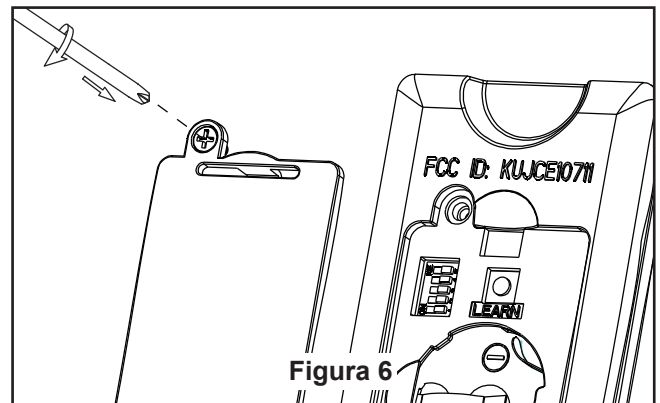

Figura 6
6. Vuelva a colocar la semiesfera en el barral como se indica a continuación. Pase los cables a través de la semiesfera. Pase el pasador a través de los dos orificios en el barral y alinee la semiesfera de modo que el pasador quede atrapado en la ranura de la parte superior de la misma. Empuje la semiesfera hacia arriba, bien ajustada contra el pasador. Ajuste firmemente el tornillo de fijación en la semiesfera. **Si el tornillo de fijación está flojo, podría provocar oscilación del ventilador.** (Figura 6)
6. Vuelva a colocar la cubierta de la batería en el mando a distancia con un tornillo retirados previamente. (Figura 6)
6. En la configuración WiFi de su dispositivo inteligente, seleccione el dispositivo Fanimation\_XXXXXX y vuelva a la aplicación fanSync WiFi y pulse “CONTINUAR”. (Figura 6)